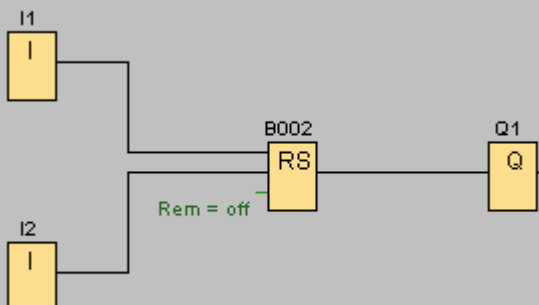
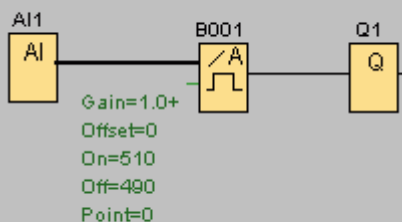

Рис. 5.4.3. Коммутационная программа для тестирования RS триггера (реле с защелкой).
Рис. 5.4.4. Коммутационная программа для тестирования «Аналогового порогового выключателя».
Коммутационная программа для тестирования функций, имеющих только логические входы, приведена на рис. 5.4.3. Коммутационные программы для тестирования других функций отличаются только числом подключенных входов (1, 2, 3 и т. д.). Коммутационная программа для тестирования функций с аналоговым входом приведена на рис. 5.4.4.
При вводе коммутационной программы (рис. 5.4.4) необходимо задать параметры – пороги включения (On) и выключения (Off). Поскольку любой аналоговый сигнал масштабируется в коммутационной программе в диапазон 0...1000, то приведенным на рисунке значениям параметров (On=510 и Off=490), соответствуют пороги включения 5,10 В и выключения 4,90 В. Для изменения параметров этот блок, как и другие блоки специальных функций, имеет вход «Par». Поместив курсор на этот вход, и нажав «ОК», переходим к экрану задания параметров функции (блока) и устанавливаем On=510 и Off=490. Для остальных параметров сохраняем принятые по умолчанию значения. Выбор параметра и его изменение производится кнопками курсора. Выход из режима задания параметров – кнопка «Esc».
- Загрузите или введите в реле коммутационную программу, приведенную на рис. 5.4.3 (5.4.4). Обратите внимание, на необходимость задания параметров некоторых блоков. Запустите программу на исполнение (пункт Start «Главного меню»).